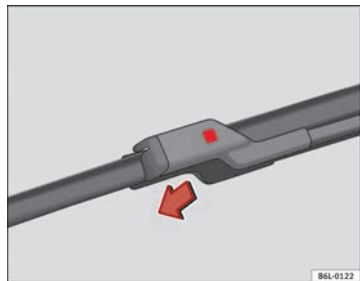

Fig. 141 Remplacement balai essuie-glace
- Appuyez sur le bouton de sécurité ⇒ fig. 141.